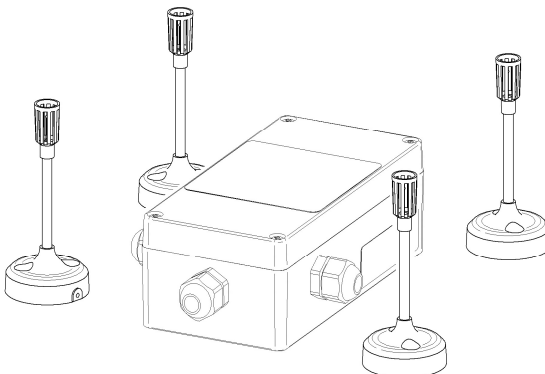

Рисунок 1 - Внешний вид устройства
2.1 Устройство состоит из электронного блока и четырёх датчиков выносных тепловых (рисунок 1).